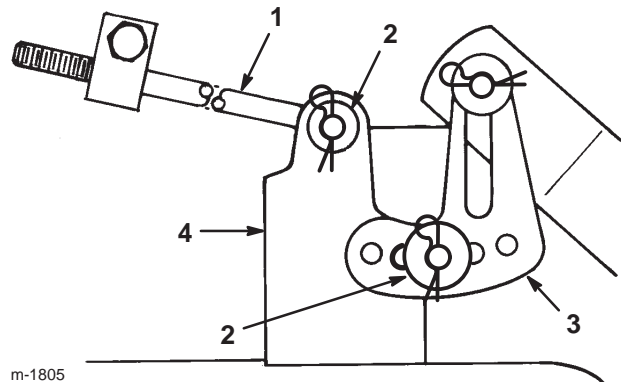

Figure 38
13. Glissez l'extrémité de la longue tige dans le trou du support du plateau (Fig. 38)
15. Montez la patte de mise à niveau du plateau de coupe sur l'axe du bras de hauteur de coupe (Fig. 38).